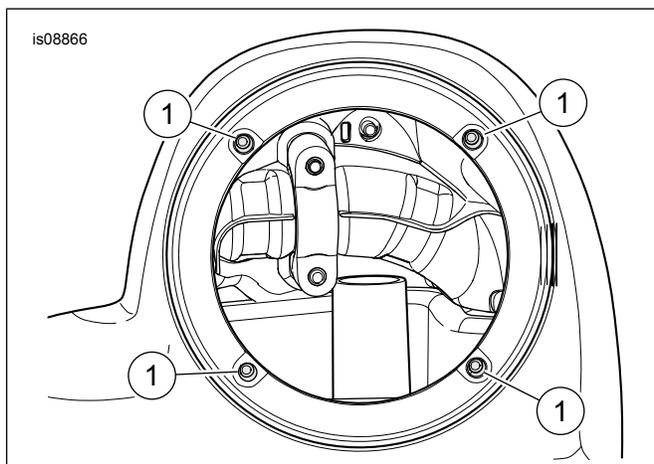

Figura 11. Dadi prigionieri
15. Vedere Figura 11 Inserire i quattro dadi prigionieri dalla parte interna dell'apertura grande.